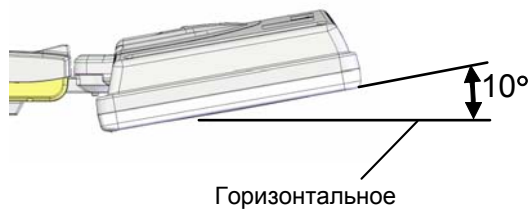
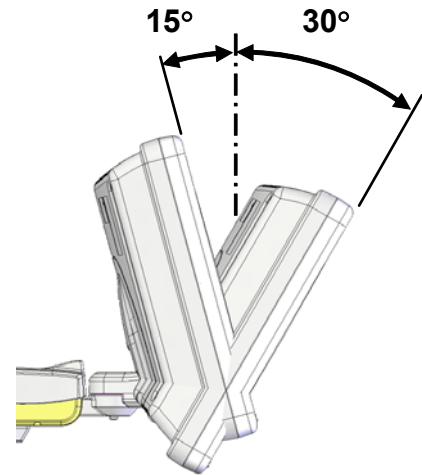

Рис. 4.3-1 Настройка перемещения (Наклон активирован)
Рис. 4.3-2 Настройка позиции (Наклон заблокирован)
У ЖКД монитора имеются настройка перемещения (рис. 4.3-1) и настройка позиции (рис. 4.3-2), которые управляются активацией или блокировкой функции наклона.
- ① Переместите ЖКД монитор в самую верхнюю позицию (15°). (Рис. 4.3-3) (См. рис. 4.3-2)
- ② Проверьте, что кнопка наклона всегда выдвинута, как показано на рис. 4.3-4. (Как подтвердить) Убедитесь, что блок блокируется при 30° при полном наклоне ЖКД монитора вперед. (См. рис. 4.3-2)